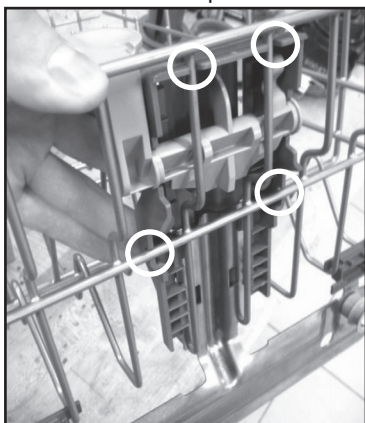

FIGURE 8
10. L'actionneur se trouvant à l'intérieur du corps du mécanisme de réglage, le bras du mécanisme de réglage peut être poussé contre les tiges verticales. Les quatre (4) encoches en demi-cercle du corps du mécanisme de réglage doivent être alignées avec les tiges. Cette position confirme que le mécanisme est correctement placé. Voir la Figure 8.